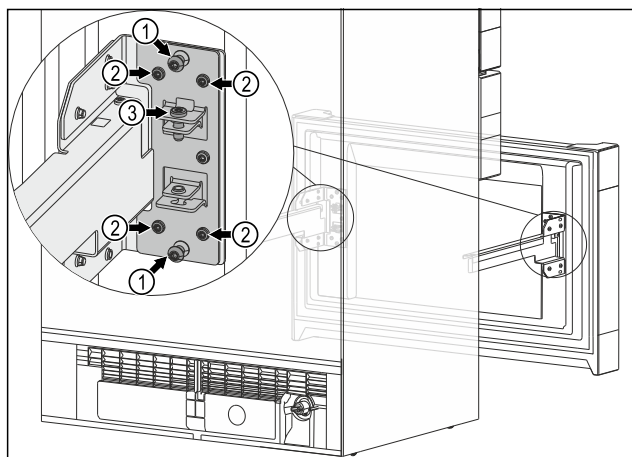

Fig. 13
- ▶ Отстранете двата средни винта Fig. 13 (1).
- ▶ Разхлабете и четирите винта Fig. 13 (2).
- ▶ Крайната позиция на изтеглящата се ракла е достигната: Затегнете и четирите винта Fig. 13 (2).
- ▶ Вече не се нуждаете от средните винтове Fig. 13 (1).